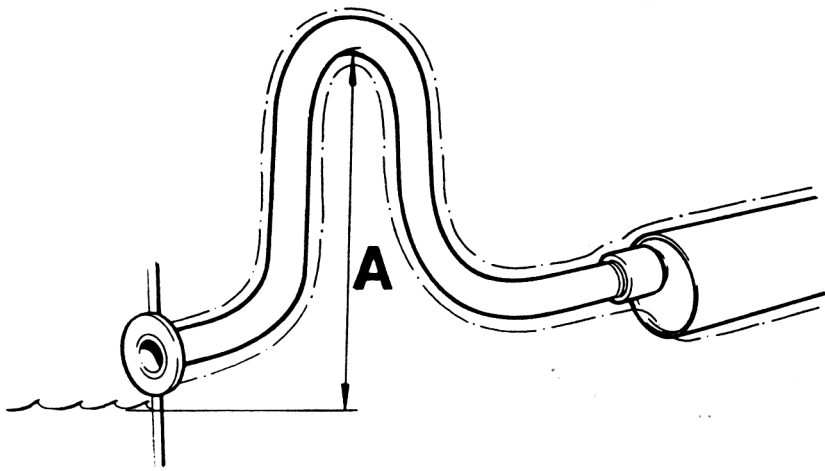

Fig 51. A = 350 mm
Avgasledningen skall isoleras i hela sin längd, observera härvid att kompensatorns rörelser ej hindras (fig 51 och 55). Avgasledningen efter kompensatorn skall hängas upp så att rörelser orsakade av värmeutvidgning ej hindras.
6. Dra resten av avgasledningen från ljuddämparen till bordgenomföringen (fig 51). För att hindra vatten att tränga in bakvägen skall sista delen av avgasledningen dragas upp i en krök som går minst 350 mm över vattenlinjen då båten är belastad. Se "A" fig 51. Även om bordgenomföringen placeras högt skall sista delen av avgasledningen ha en lutning akterut. När avgasledningen går genom skott, bordläggning etc skall den isoleras noga så att röret ej får kontakt med lös eller fast inredning.